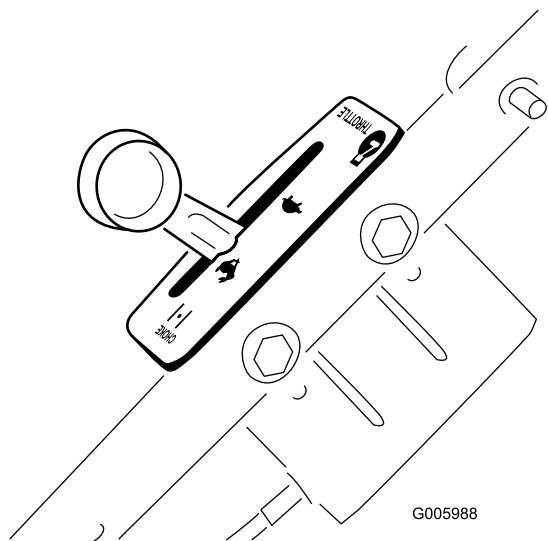

Figura 9
A. Ponga el control del acelerador en la posición Rápido (Figura 9).